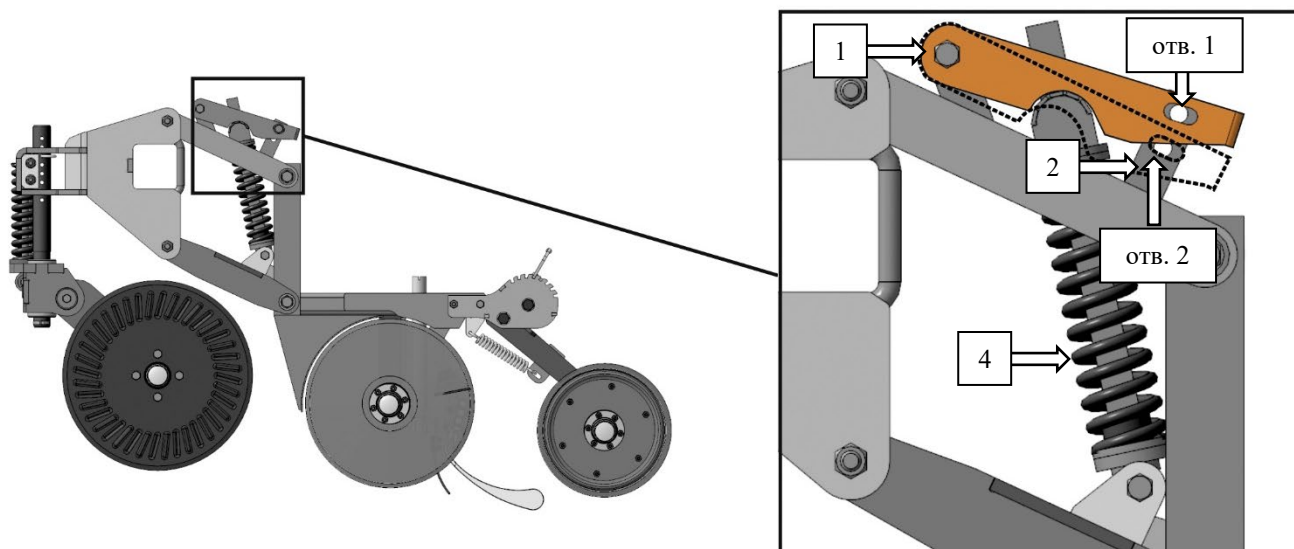

Рисунок 31 – Соединение тяги с рычагом сошника (фиксатор (3) не показан)
Регулировка проникающей способности сошника осуществляется путём соединения тяги (1) с рычагом сошника (2) с помощью фиксатора (3), в одном из двух отверстий (отв.1, отв.2), рис. 31.